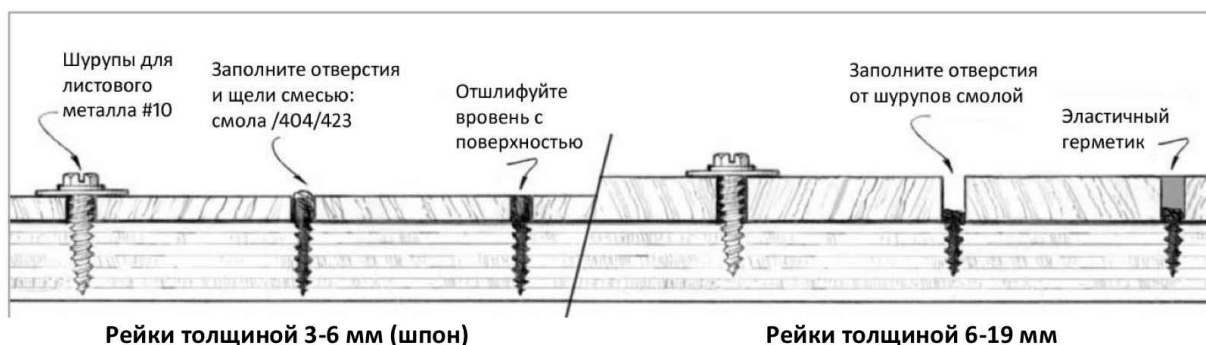

Рисунок 5-24 Шурупы для листового металла с большими шайбами зафиксируют рейки на месте, пока смесь смолы /404/423 полностью не застынет
6. Закрепите рейку с помощью шурупов для листового металла №10. Расположите шурупы с шайбами между рейками на расстоянии 200 мм друг от друга. Каждый ряд шурупов будет закреплять края двух соседних планок, и выполнять функцию распорок (*Рисунок 5-24 - слева*). Покройте шурупы разделительным воском, или используйте небольшой кусок плёнки под шайбой, чтобы не допустить её приклеивания. Шайбы можно вырезать из жёсткого пластика, тонких деревянных реек с просверленными отверстиями. Полностью зажмите шурупы после того, как рейки будут плотно прижаты к шурупам. Эпоксидная смола должна выдавливаться между реек. Любые щели между рейками должны быть заполнены смолой на этом этапе.
ПРИМЕЧАНИЕ: Если рейки толще 6 мм, не заполняйте пазы между ними загущённой эпоксидной смолой. Вместо этого, удалите выдавленную из стыков между реек смолу и выждите, пока смола под рейками застынет. Удалите шурупы и шайбы, и отшлифуйте поверхность реек. Заполните пазы эластичным герметиком, например Bostik Simson MSR Deck Caulk (*Рисунок 5-24 – справа*).